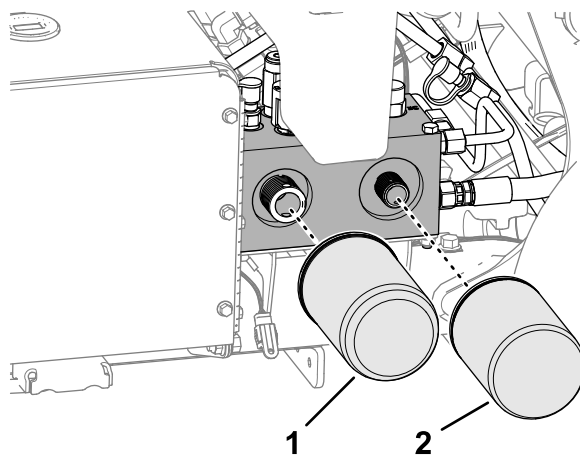

Figura 181
2. Coloque un recipiente bajo los filtros, retire los filtros usados y limpie con un paño la superficie de la junta del adaptador del filtro (Figura 181).